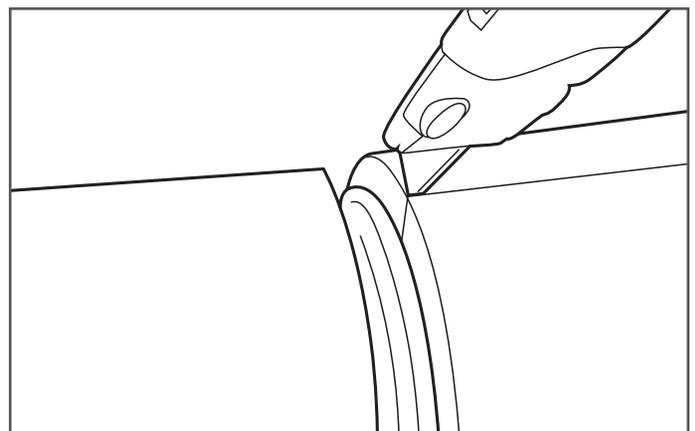

Figura 7-4
5. Corte cuidadosamente el revestimiento externo en sentido longitudinal con un cuchillo multiuso para removerlo fácilmente. No raye la tubería DoubleTrac®. (Figura 7-4)